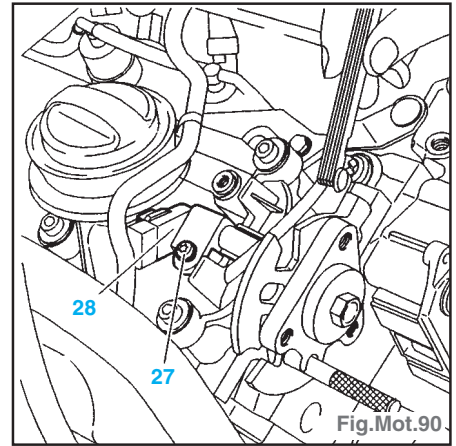

Fig.Mot.90
- Desserrer la vis (27), reculer le capteur (28) à fond de boutonnières (Fig.Mot.90).
- Régler l'entrefer (1,2 mm) du capteur (28), serrer la vis.